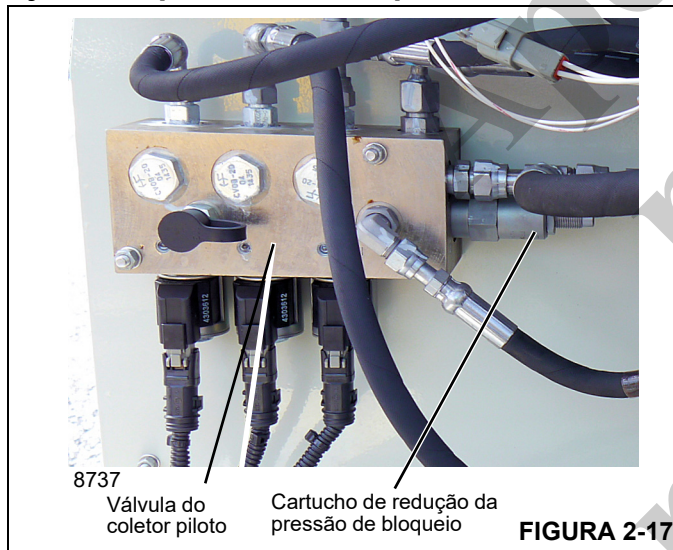

FIGURA 2-17
O suprimento de óleo da bomba é direcionado para as alavancas de controle de abaixamento da lança, extensão do telescópio e elevação do guincho para que não sejam operadas. Quando o guindaste não está bloqueado ou está em uma condição do A2B, a válvula do coletor piloto (Figura 2-17) pode se deslocar e drenar óleo desses controles para o tanque. Isso permitirá que esses controles operem essas funções novamente. Girar 205 graus para a esquerda ou direita irá desenergizar os solenoides de giro e bloquear a vazão para a operação do giro.
- Se a pressão não estiver correta, ajuste o cartucho de redução da pressão de bloqueio localizado no coletor de bloqueio (Figura 2-17). Gire “para dentro” para aumentar ou “para fora” para reduzir até atingir a pressão correta.